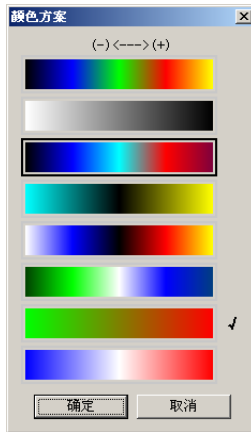

图 4.20 颜色方案
3、颜色方案：弹出颜色方案选择对话框设置等值线图 and 模拟化色谱的颜色方案（如图 4.20 所示）。